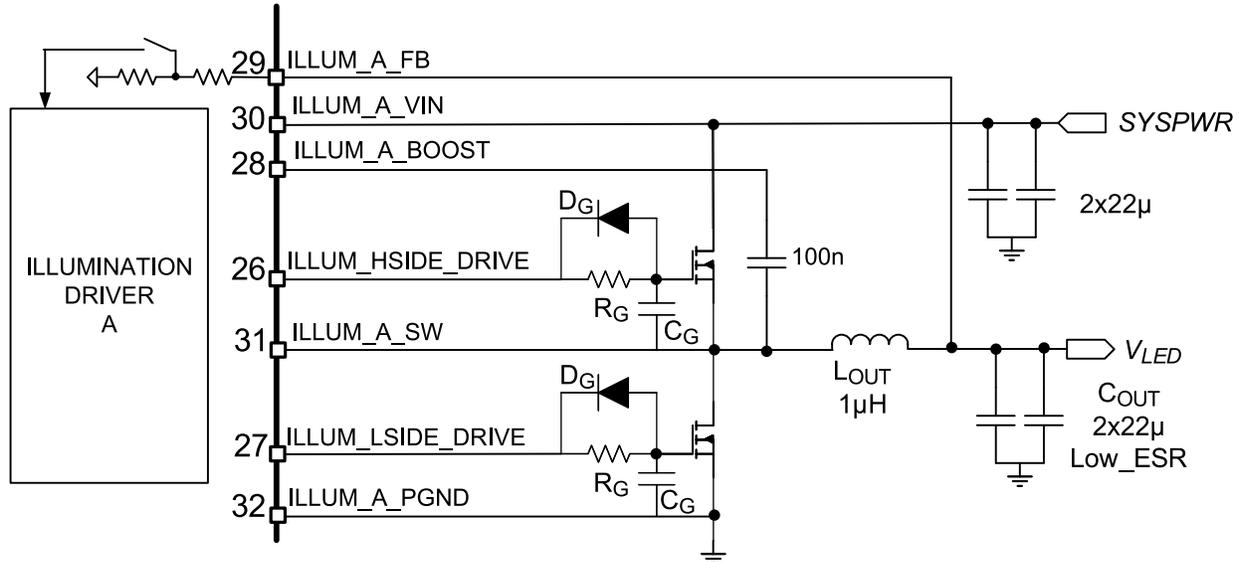

図 6-4. 一般的な照明ドライバ構成
DLPA3085 の照明ドライバは、2 つの外付け低抵抗 N チャネル FET を駆動するための降圧コントローラです (図 6-4)。降圧コンバータの動作原理は、アプリケーションノート『スイッチモード電源の降圧電力段について』(SLVA057) で説明しています。適切に動作させるには、外付け部品、特にインダクタ L_{OUT} および出力コンデンサ C_{OUT} の選択が非常に重要です。最高の効率とリップル性能を得るには、等価直列抵抗 (ESR) が小さいインダクタとコンデンサを選択します。コンデンサの電圧定格は、アプリケーションでコンデンサの両端に印加される電圧の 2 倍以上に設定します。
図 6-10 に、12V の入力電圧に対する照明ドライバとパワー FET の効率の概要を示します。外部コンポーネント (図 6-4): ハイサイド FET (L) CDS17506Q5A、ローサイド FET (M) CDS17501Q5A、 $L_{OUT} = 2 \times 2.2\mu\text{H}$ 並列、 $C_{OUT} = 88\mu\text{F}$ 。いくつかの出力電圧レベル (V_{LED}) について、出力電流と効率との関係を示します。